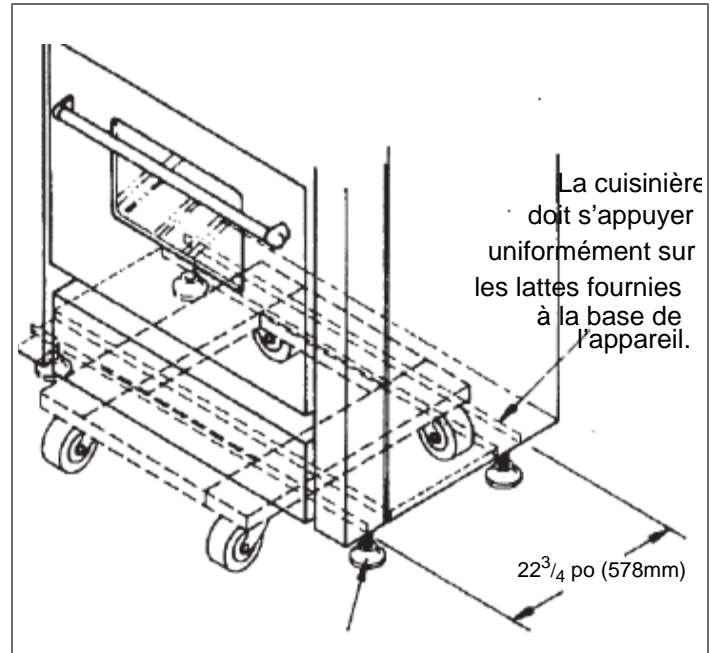

Figure 6: Positionnement De La Plate-forme À Roulettes
- En raison du poids de la cuisinière, il vaut mieux la déplacer à l'aide d'une plate-forme à roulettes souples ou d'un appareil de levage. Le poids doit être uniformément réparti sur la plate-forme (voir Figure 6).